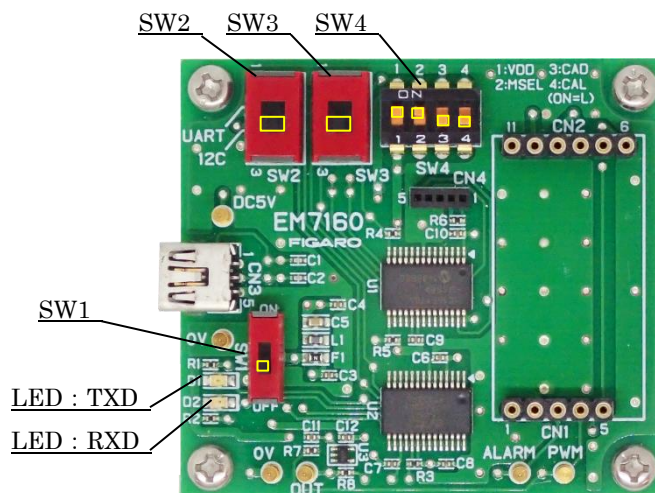

図2 I2C 通信の設定
- SW2、SW3 : I2C 側にセット (図2では下側へ)
- SW4-1、SW4-2 : ON 側にセット (図2では上側へ)
- SW4-3、SW4-4 : OFF 側にセット (図2では下側へ)